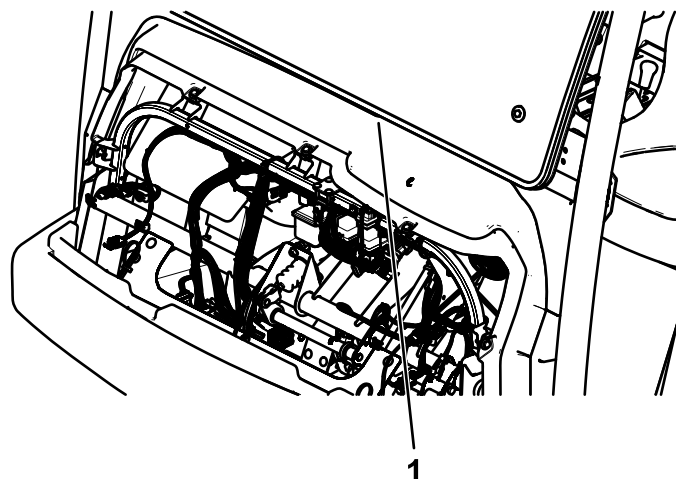

Figura 38
4. Închidei spaiul dintre plana de bord i cabină ajustând diblul ($\frac{1}{2} \times 4$ ") până când placa de oprire apasă pe plana de bord (Figura 38).